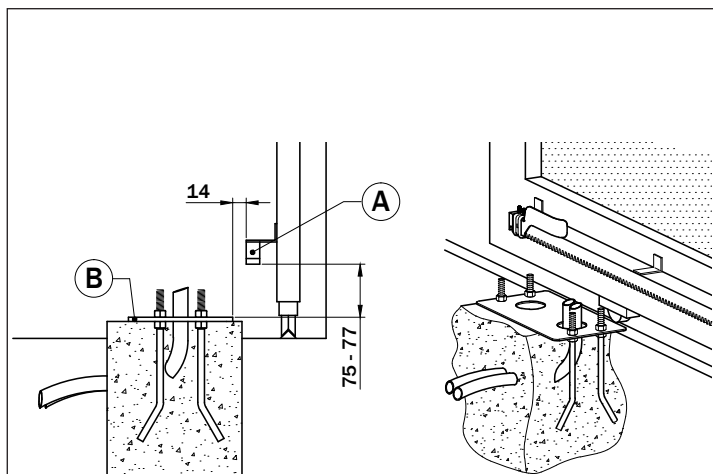
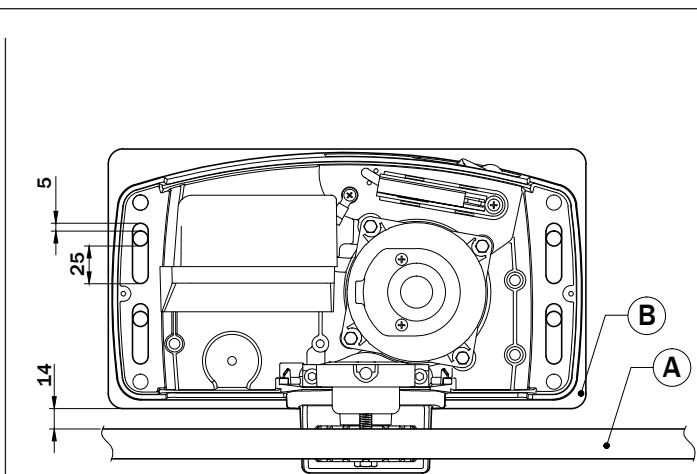

FIG. 1
FIG. 2
- Svitare le viti del coperchio e toglierlo sfilandolo verso l'alto, come indicato in fig. 1. Verificare che i sei piedini di regolazione non sporgano dalla base del motoriduttore.
- Inserire gli O-Ring (B) sulle viti M10x40 (A). Inserire le viti agli angoli del motoriduttore (C) e bloccarle con i dadi M10 (D).
- Posizionare il H30 sui 4 tiranti, come indicato in fig. 2. Se necessario, svitare i dadi della piastra di fondazione.
- Fissare i distanziali M10 (E).